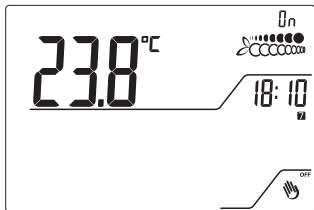

Fig.23
5.4.2 Per attivare nuovamente il dispositivo premere il tasto  ^{OFF} per almeno 4 secondi. Sul display compare la scritta On per 3 secondi. Fig.23